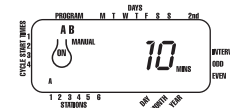

FIGURA 10: Irrigazione semi-automatica inserita per i programmi A e B, tutte le stazioni
N.B. La stazione 1 del programma A irriterà per prima per la durata assegnata, seguita dalla stazione 1 del programma B prima di passare alla seconda stazione e si continuerà così in modo alternato. Solo quelle stazioni a cui è stata assegnata una durata d'irrigazione, irriteranno quando si utilizza la modalità manuale o semi-automatica [vedere figura 10].